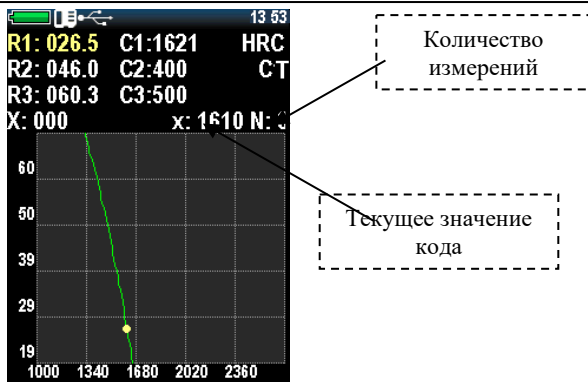

Рисунок 2.31 – Проведение замеров для калибровки
4. Затем наведите курсор на значение твердости в соответствии с образцом, и сделайте не менее 5 измерений (рис. 2.31). Убедитесь, что значение x (текущее значение кода) не будет изменяться более чем на 3%.